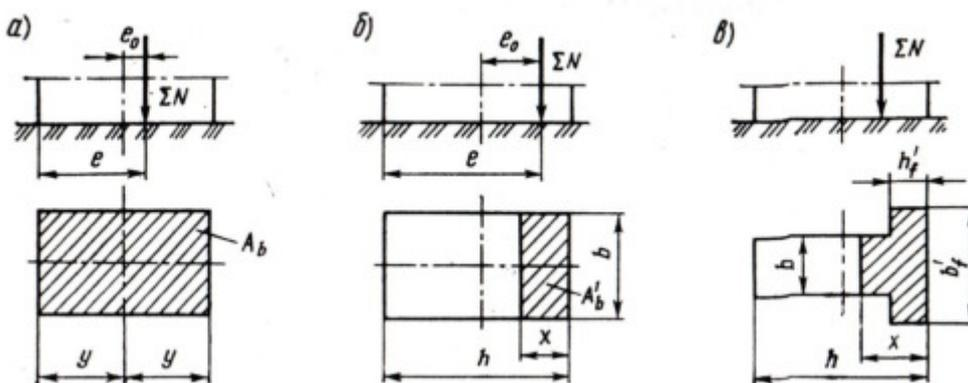

Рисунок 1- Расчетные схемы опоры
При расчете опор действующие усилия и возникающие моменты определяют отдельно вдоль и поперек моста, а не суммируют их. Характер работы опор-внецентренное сжатие. В зависимости от эксцентриситета e_0 приложения равнодействующей всех вертикальных сил относительно центра тяжести сечения могут быть два случая внецентренного сжатия: случай малого эксцентриситета (рисунок 1, а), если $S_{bc} : S_{b0} \geq 0,8$, и случай большого эксцентриситета $S_{bc} : S_{b0} \leq 0,8$, где S_{bc} и S_{b0} - статические моменты площади соответственно сжатой зоны A'_b и всего сечения A_b относительно менее нагруженной его грани, определяемые по формулам (1), (2)
увеличивают расчетное воздействие (например, собственный вес опоры при расчете прочности кладки по обрезу или прочности грунтового основания), и $\gamma_f = 0,9$, если уменьшают расчетное воздействие (тот же собственный вес конструкции при проверке опоры на устойчивость против опрокидывания). Прочность нормальных сечений внецентренно сжатых бетонных элементов прямоугольного сечения (рисунок 1, б) проверяют по формуле (3)
Тавровые сечения при $x > h'f$ (рис. 1, в) проверяют по условию (4)
Центрально сжатые элементы (см. рис. 1, а) рассчитывают по формуле (5)
При большом эксцентриситете (см. рисунок 1, б)- по формуле (8)